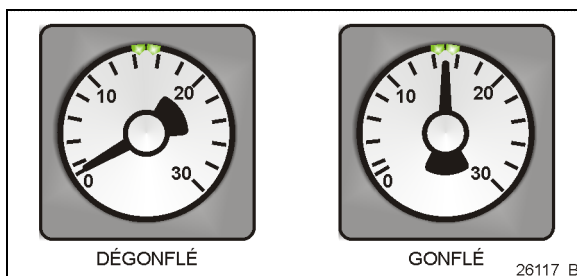

FIGURE 14: MANOMÈTRE DU JOINT GONFLABLE
- Finalement, le joint gonflable peut être regonflé en tournant la poignée de la soupape dans le sens antihoraire. Vérifier le manomètre du régulateur de pression du joint gonflable pour voir si la pression augmente jusqu'à environ 15 psi. (Figure 14). L'aiguille du manomètre doit être placée entre les deux petits repères verts du cadran.
7. Finalement, le joint gonflable peut être regonflé en tournant la poignée de la soupape dans le sens antihoraire. Vérifier le manomètre du régulateur de pression du joint gonflable pour voir si la pression augmente jusqu'à 15 psi (Figure 14).